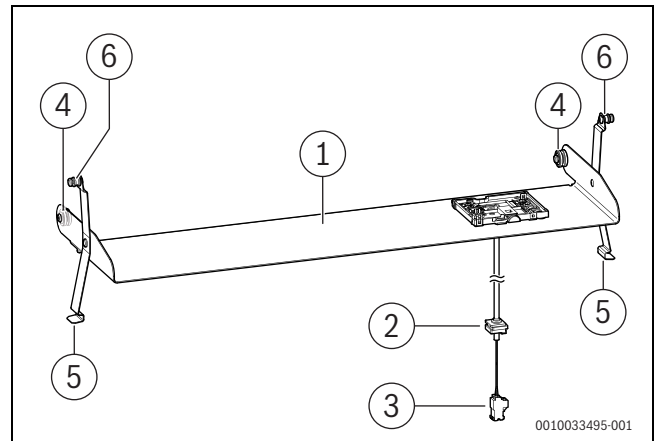

Bild 136 Zubehör CS 36
Um die Bedieneinheit CW 400 im Gerät einzusetzen, ist die Montage eines Einschubs (Zubehör CS 36) notwendig (→ Bild 136, [1]).
- ▶ Rollen (→ Bild 136, [4]) des Einschubs in die Seitenteile der Speicherverkleidung einhängen.
- ▶ Mit Hilfe der Haltefedern (→ Bild 136, [5]) in der horizontalen Position fixieren.
- ▶ Zapfen (→ Bild 136, [6]) auf beiden Seiten des Einschubs in das Vorderteil der Speicherverkleidung einhängen und sichern.